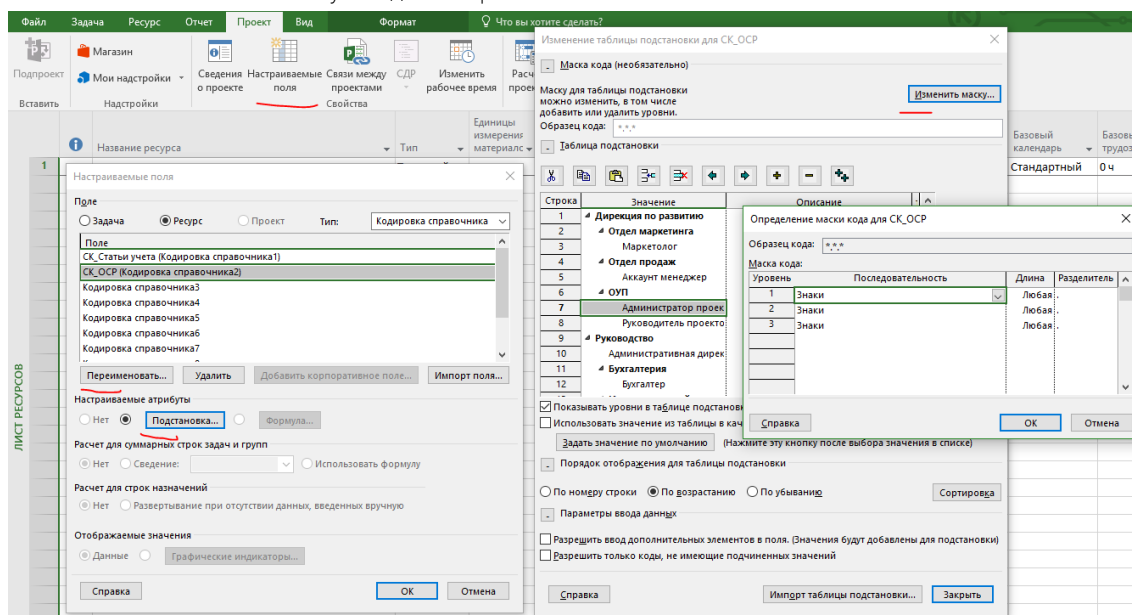

Рисунок 5.71 – Создание настраиваемого поля «Организационная структура ресурсов»¹⁸
4. В поле таблицы подстановки занести значения согласно следующей структуре (см. ниже рисунок 5.71):